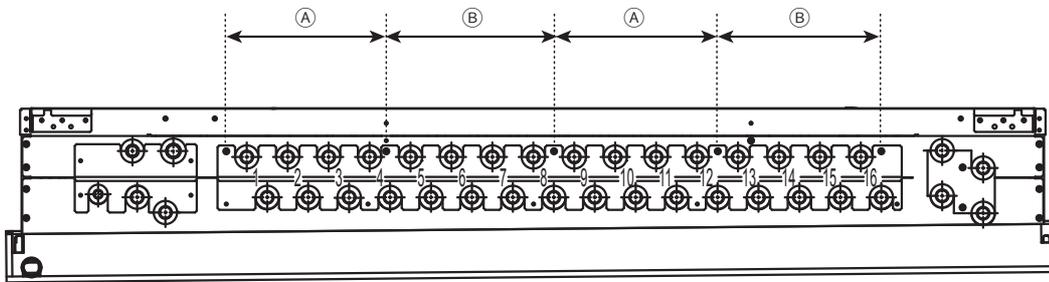

Fig. 9-4-2
- Lors du raccordement de kit de tuyau d'assemblage aux ports HBC, les côtés ramifiés des kits de tuyau d'assemblage ne doivent pas être raccordés aux ports « 4 et 5 », « 8 et 9 » ou « 12 et 13 ». (Voir la Fig. 9-4-2.)
- Le contrôleur HBC comporte deux pompes. Chacune des pompes peut gérer la capacité d'appareils intérieurs équivalents à W(P)175. Vérifiez que la capacité totale des appareils intérieurs raccordés aux ports 1 à 4 et 9 à 12 ou 5 à 8 et 13 à 16 ne dépasse pas W(P)175. (Voir la Fig. 9-4-2.)
(1) Tuyaux réfrigérant entre appareil extérieur et contrôleur HBC (A, A₁, A₂ et A₃)